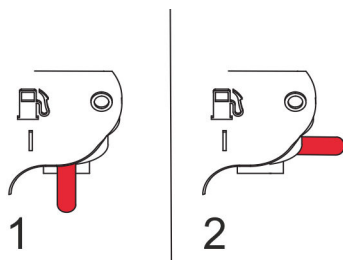

Abb. 45: Kraftstoffhahn
1. Kraftstoffhahn öffnen (Abb. 45/1).